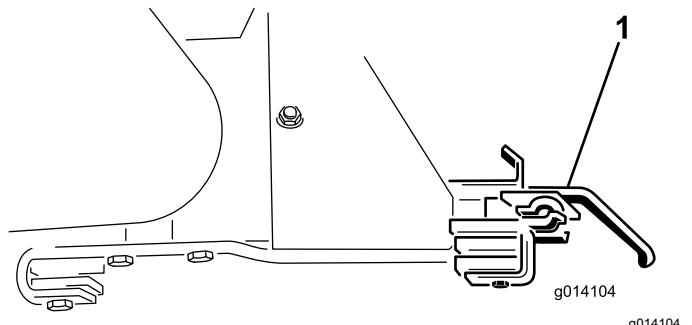

Figura 58
18. Rimuovete le 2 staffe di attacco dell'accessorio (Figura 58).